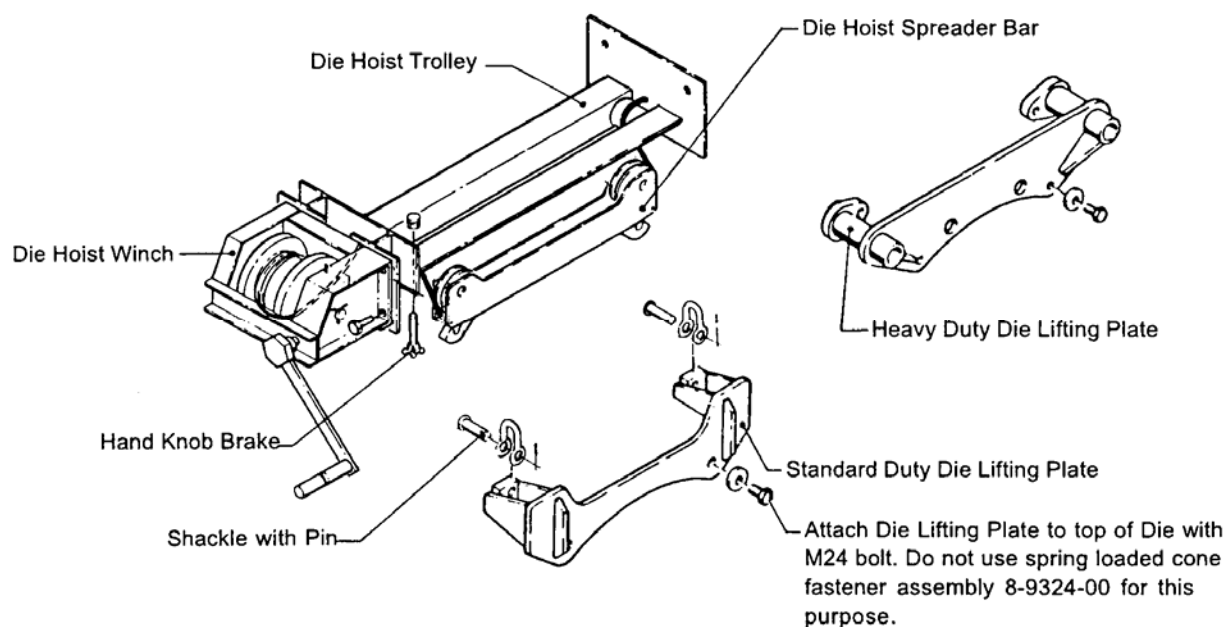

图 5.4
6. 环模起吊升降盘与散装零件一起包装。使用起吊器，先去掉环模罩，用两个螺钉（见零件图）将升降盘装在环模上。降低环模起吊横柱直到升降盘的钩环被联接。检查安全门是否到位。调整环模起吊滑轨的位置，直到缆绳和横柱杆悬挂时垂直。用制动手柄锁住环模起吊滑轨的位置。用绞盘拉紧和检查确保降下前每样东西都固定紧和平衡。去除环模夹具。见本部分“去除环模“ (见图5-4.)